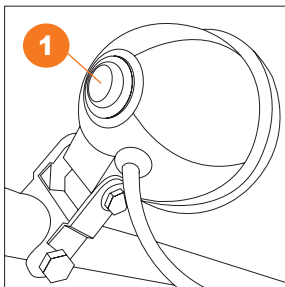

Рис. 17
Для работы в темное время суток и при недостаточной освещенности используйте фару. Для включения фары используйте кнопку ❶, расположенную на задней части корпуса фары (Рис. 17).